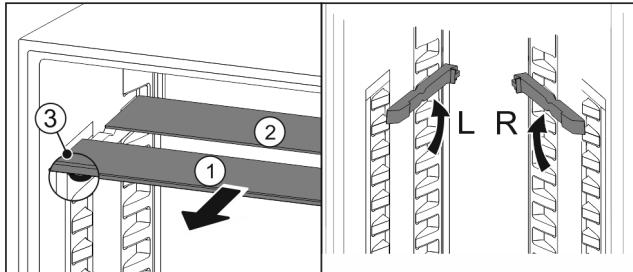

Fig. 131
- Vytiahnite sklené dosky jednotlivo dopredu Fig. 131 (1).
- Sklená doska Fig. 131 (1) s ozdobnou lištou leží vpred.
- Zarážky Fig. 131 (3) ukazujú nadol.